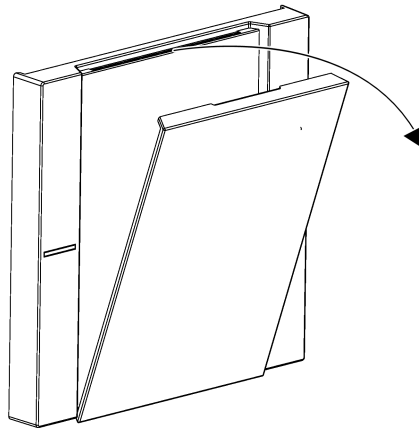

Figura 8: Retirar la tapa del portaetiquetas
- Retirar la tapa del portaetiquetas del interruptor basculante tirando de la muesca por un lado (véase figura 8).